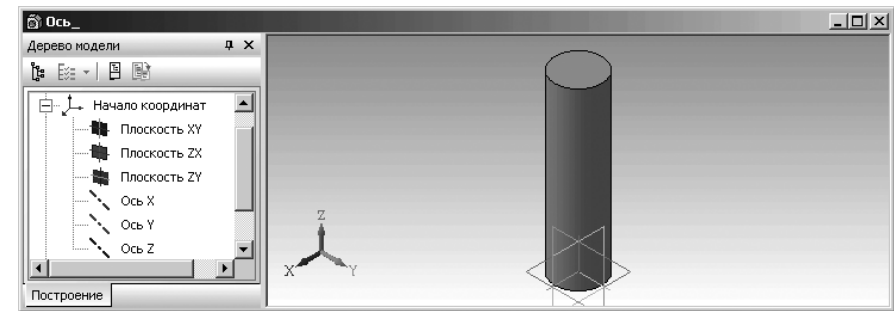

Рис. 1.66. Трехмерная модель стержня оси – базовая модель
- щелкните по функциональной клавише **F9** для показа всей модели. Появится модель стержня оси, показанная на рис. 1.66.